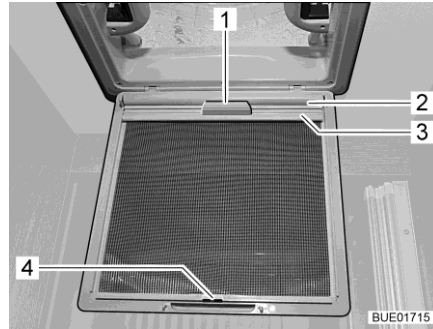

Bild 113 Verdunklungsrollo (Dachhaube)
- Verdunklungsrollo (Bild 113,2) am Griff (Bild 113,1) herausziehen und Halteleiste (Bild 113,3) in den Haken (Bild 113,4) am Insektenschutz einhängen.
- Halteleiste (Bild 113,3) vom Haken (Bild 113,4) lösen und Verdunklungsrollo (Bild 113,2) am Griff (Bild 113,1) langsam zurückführen.